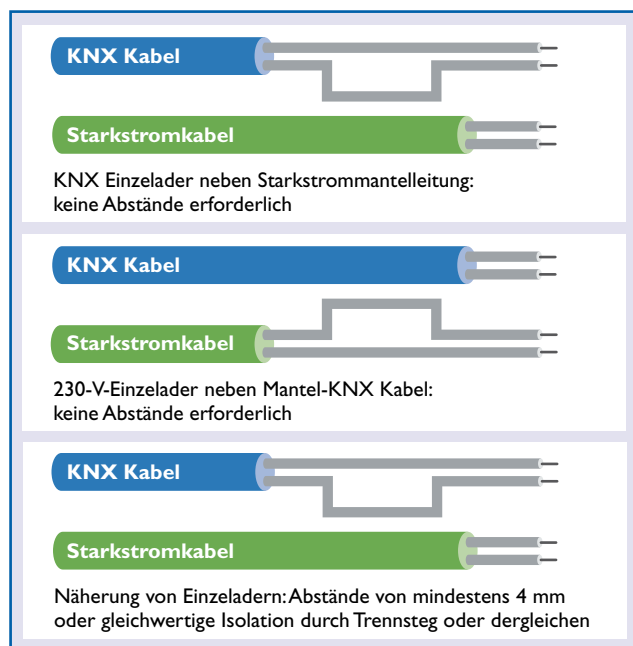

Bild 17. Näherung zwischen Leitungen und Einzeladern
- in Abzweigdosen, wenn sowohl die Busleitung als auch die 230-V-Leitung verzweigt wird. Generell gilt, dass zwischen der Busspannung und dem 230-V-Netz eine doppelte Isolierung mit einer Prüfspannung von 4kV bestehen muss. Bild 17 zeigt das Ergebnis dieser Überlegung beim Absetzen der einzelnen Kabel.
- Berührungen von Starkstrom- und Busleitungsadern sind entsprechend Bild 17 z.B. durch entsprechende Leitungsführung bzw. Befestigung zu vermeiden.